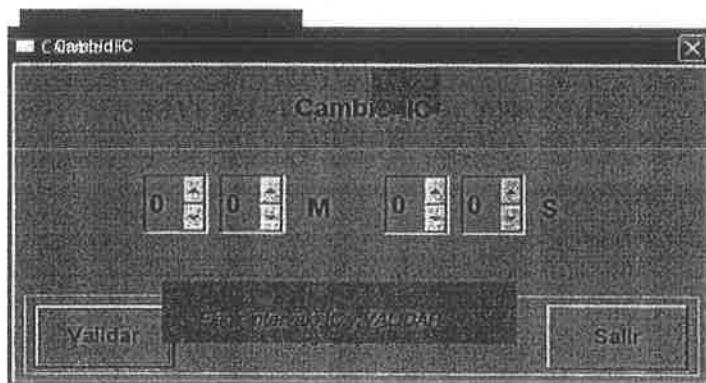

Fig. 15. Ventana "IC "
• Elegir el intervalo IC deseado con las flechas (Ver Fig 15)	La flecha de las unidades de segundos pasa de 5 en 5 segundos.